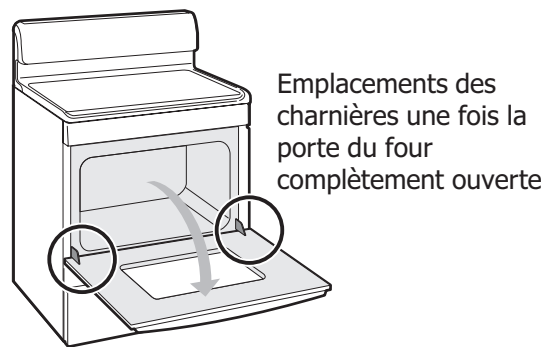

Figure 66: Emplacement des charnières de porte
1. Ouvrez complètement la porte du four en la laissant horizontale avec le sol (voir Figure 66).
3. Ouvrez complètement la porte du four et laissez-la horizontale par rapport au sol (voir Figure 66).